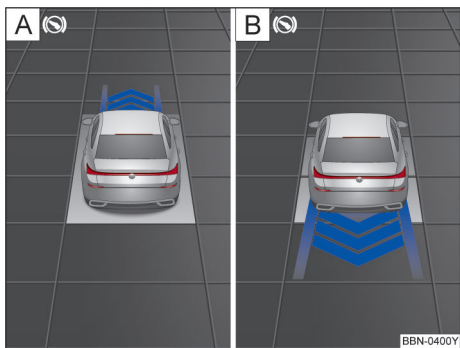

图 132 在组合仪表显示屏中：要求转换行驶方向
- 如果在组合仪表中显示转换行驶方向，则制动并切换到相应的挡位→图 132。